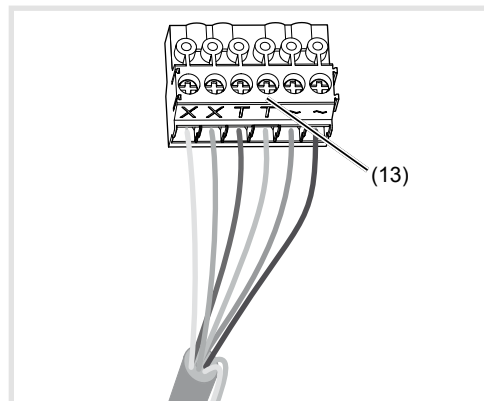

Figura 7: blocco di serraggio di collegamento cablato
- Togliete il blocco di collegamento (13) del modulo video (figura 7).
- Collegare la coppia di fili della linea bus a 2Fili ai morsetti **XX** del blocco di serraggio di collegamento (figura 7).
- Eventualmente collegare il cavo apriporta ai morsetti **TT** del blocco di serraggio di collegamento (figura 7 e 8).
- Per l'illuminazione fondo tasti di chiamata e il riscaldamento della telecamera di 12 V~, collegare la linea di alimentazione del trasformatore di rete ai morsetti **~** del blocco di serraggio di collegamento (figura 7, 8 e 9).